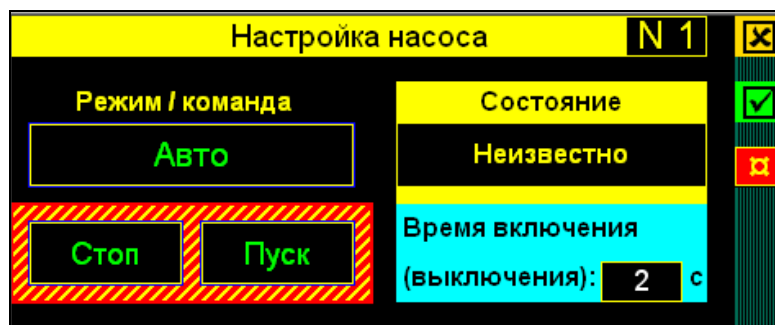

Рисунок 12 - Окно настройки и проверки работы насоса
2.6.5 При нажатии на кнопку "Отменить" в окне подтверждения происходит отмена прямой команды насосу, окно подтверждения закрывается, и осуществляется возврат в окно настроек насоса (см. рисунок 12). При нажатии на кнопку "Продолжить" происходит закрытие окна подтверждения и выполнение команды насосом.
2.6.6 Для отображения состояний и ошибок насоса предназначено поле "Состояние", расположенное в правой части окна настроек и проверки работы насоса (см. рисунок 12). Варианты возможных состояний, ошибок насоса приведены в таблице 8.
2.6.8 Для изменения контрольного времени включения (выключения) насоса необходимо нажать на цифровое поле, расположенное после надписи "Время включения (выключения)" (см. рисунок 12). После нажатия на поле появляется цифровая клавиатура, рассмотренная в подразделе 2.7. С помощью клавиатуры необходимо ввести новое контрольное время (допустимый диапазон ввода от 1 с до 50 с). При вводе времени следует задавать значение на 1 - 2 секунды больше, чем необходимо для надёжной реакции исполнительных цепей с момента подачи команды насосу до замыкания (размыкания) контактов пускателя. Типовое контрольное время для насоса - 2 секунды.
2.6.9 При возникновении ошибки в работе насоса происходит снятие управляющего напряжения с катушки соответствующего пускателя (насос выключается), и дальнейшая работа насоса блокируется. Для снятия ошибки необходимо в окне настройки и проверки насоса (см. рисунок 12) нажать на кнопку  сброса ошибок. После разблокировки начнётся выполнение текущей команды, заданной насосу.